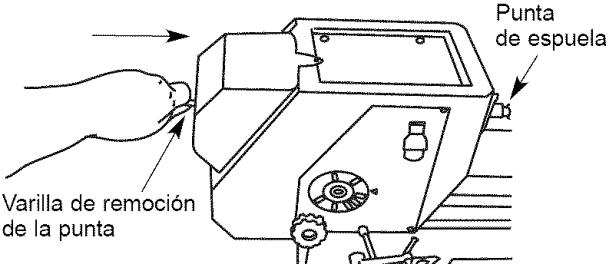

Figura 7 - Remoción de la punta de espuela
- Para extraer la punta de espuela del husillo, inserte la varilla de remoción de la punta en el husillo y golpee suavemente la punta hasta que salga. Vea la Figura 7.